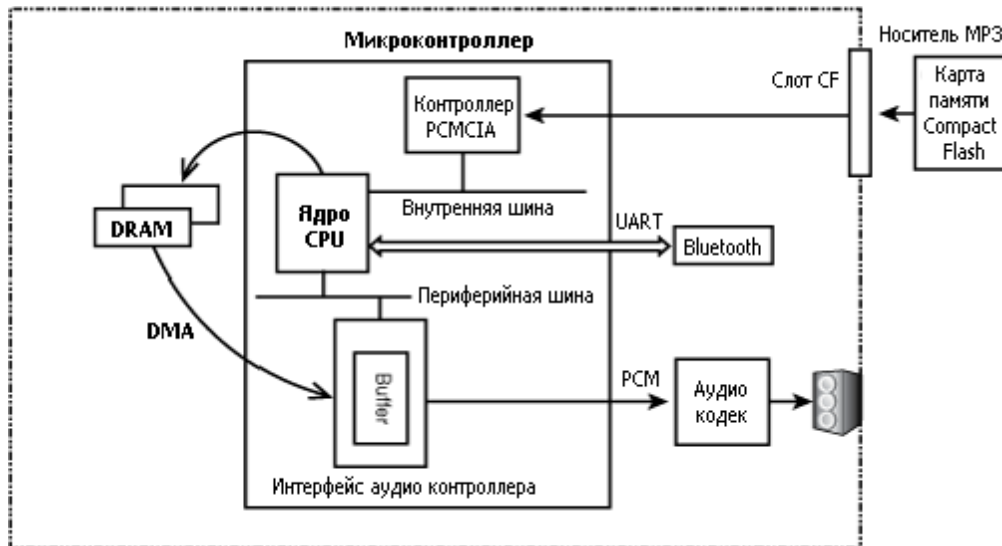

Рисунок 13.4. Звук в MP3 плеере на Linux.
Рисунок 13.4 показывает операции, необходимые для проигрывания звука, на примере управляемого по Bluetooth MP3 плеера Linux, построенного на встроенном микропроцессоре. Вы можете запрограммировать сотовый телефон на Linux (который мы использовали в Главе 6, "Драйверы последовательных портов", и в Главе 12, "Драйверы Видео"[24]), чтобы загрузить песни из интернета ночью, когда телефонные тарифы предположительно дешевле, и загрузить их на **Compact Flash** (CF) диск MP3 плеера через Bluetooth, чтобы можно было послушать песни на следующий день во время поездки до офиса.